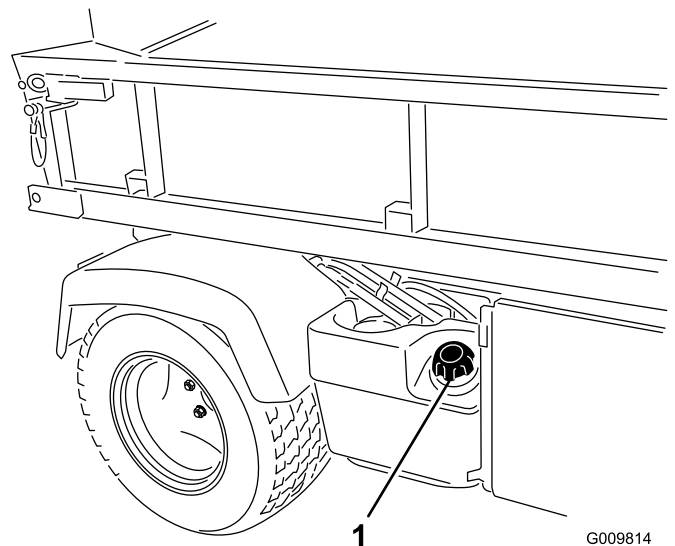

Figura 15
2. Retire el tapón del depósito de combustible (Figura 15).